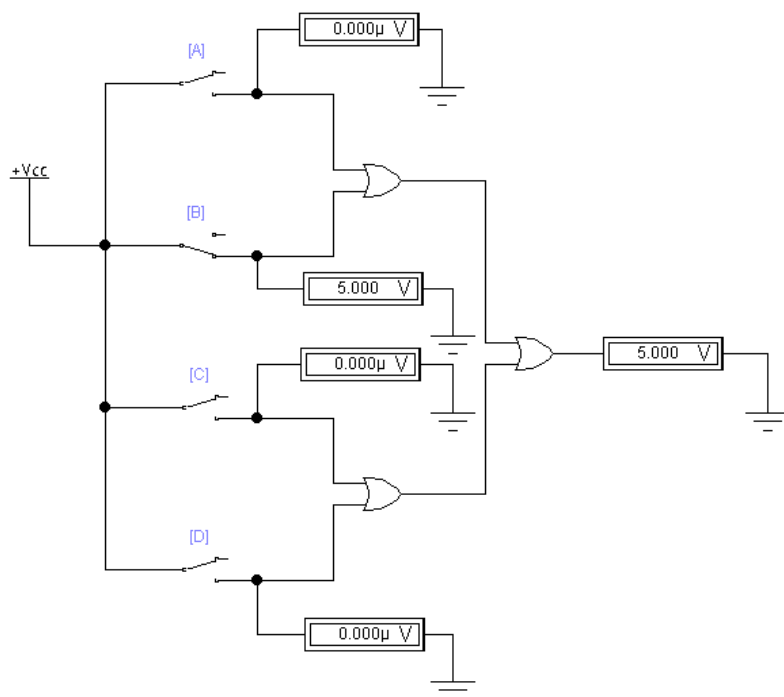

Fig. 3. Schema electrică a regimului static cu elementul SAU.
2.1. Scriți funcția logică a schemei din Fig. 3.
2.2. Construiți schema electrică prezentată în Fig. 3.